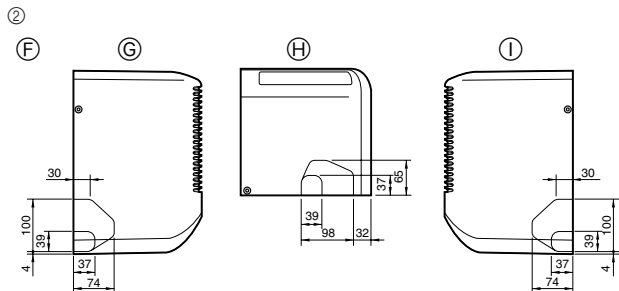

Fig. 4-4
- ② Bestem udtrykingshullernes position på enheden (Fig. 4-4)